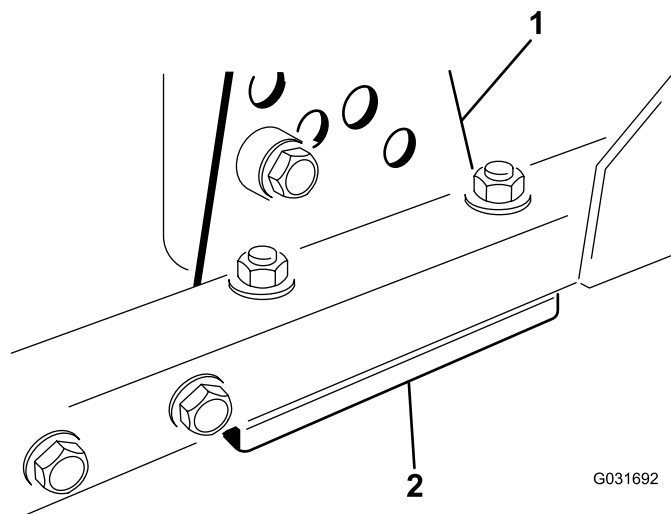

Figura 63
1. Togliete la staffa dell'altezza di taglio (anteriore, sinistra o destra) dal telaio del piatto di taglio (Figura 63).
2. Regolate gli spessori di 1,5 mm e/o 0,7 mm fra il telaio del piatto di taglio e la staffa per ottenere l'impostazione dell'altezza desiderata (Figura 63).